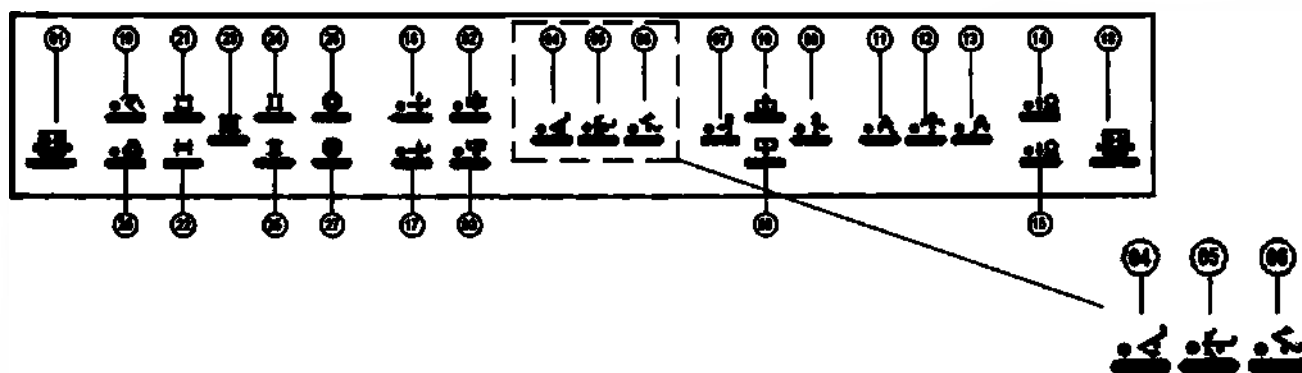

Рис.7
Стол-штатив может совершать непрерывный плавный поворот от 0° до $+90^\circ$ под управлением оператора, если на консоли дистанционного управления нажат джойстик 37 или на клавиатуре ЭСУ нажата кнопка 6. Аналогично оно будет поворачиваться от $+90^\circ$ до 0° если на консоли дистанционного управления нажат джойстик 37 или на клавиатуре ЭСУ нажата кнопка 4 (рис. 7)
Поворот автоматически прекращается по достижении декой горизонтального положения. Чтобы возобновить движение, оператор должен отпустить и снова нажать кнопки на консоли дистанционного управления или клавиатуре ЭСУ. Можно избежать остановки в горизонтальном положении, если нажать клавишу 38 консоли дистанционного управления и клавишу 5 на клавиатуре ЭСУ (рис.7). Автоматическая остановка автоматически активируется при запуске устройства, на что указывают
индикаторы 38 на консоли дистанционного управления и 5 на ЭСУ клавиатуре (рис.7), которые находятся в положении ВКЛ. (ON).